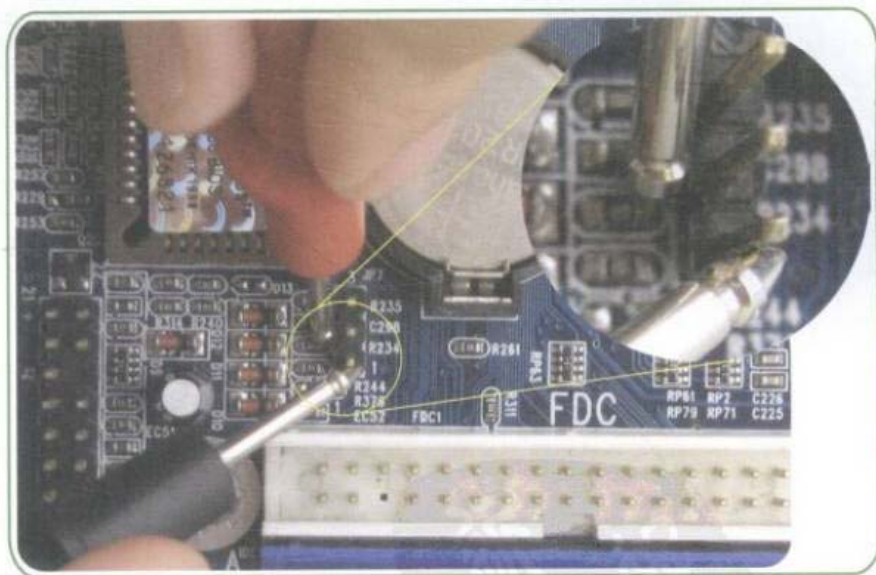

图6-19 测量电阻到CMOS跳线的线路
Step 03 测量电阻 $R_{234}$ 到CMOS跳线的线路,如图6-19所示。